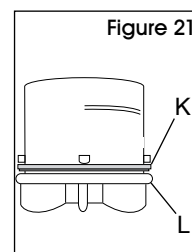

Figure 21
4. Si l'anneau en caoutchouc (K) du bouchon a bougé, remplacez-le avec le côté inégal contre le rebord du bouchon (L) comme illustré. (Voir Figure 21)